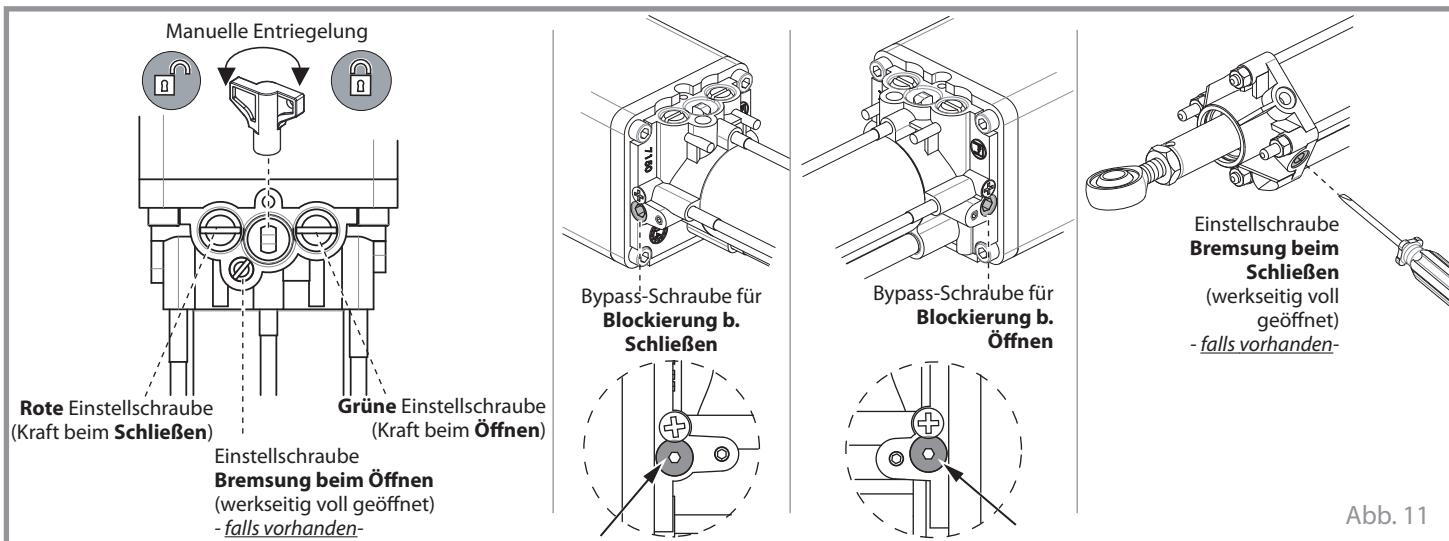

Abb. 11
**Die Einstell- und Bypass-Schrauben zur Einstellung des Antriebs sind alle in dem Ventilblock und in dem Antriebskopf (Abb. 11).**